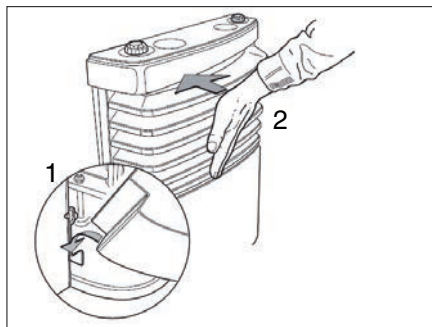

Bild 108 Heizungsverkleidung anbringen
- Heizungsverkleidung montieren. Dazu Verkleidung in die unteren Lager einhängen (Bild 108,1).
- Abdeckung einschwenken bis die Verriegelungshebel hörbar einrasten (Bild 108,2).